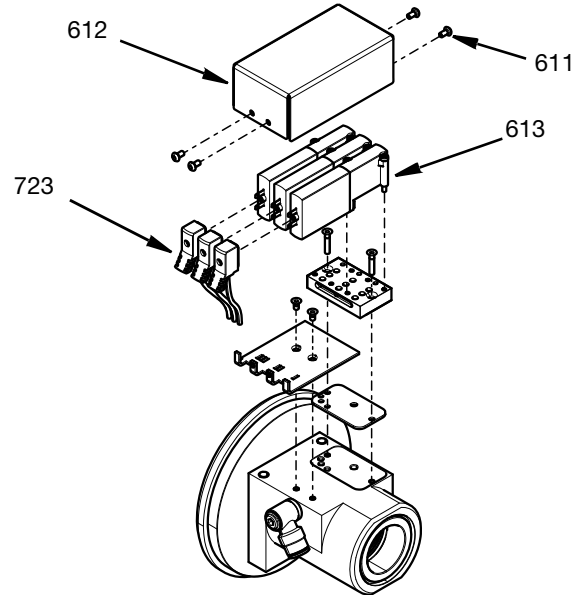

FIG. 20
12. Solenoid valflerine ve manifolda, kapak (612) çıkarılarak ve dört adet M3 vidası (611) sökülerek erişilebilir. Kablo konektörleri (723) çıkarılabilir ve solenoid valfleri (613) ekli vidalarından çıkarılabilir. Bkz. FIG. 20.